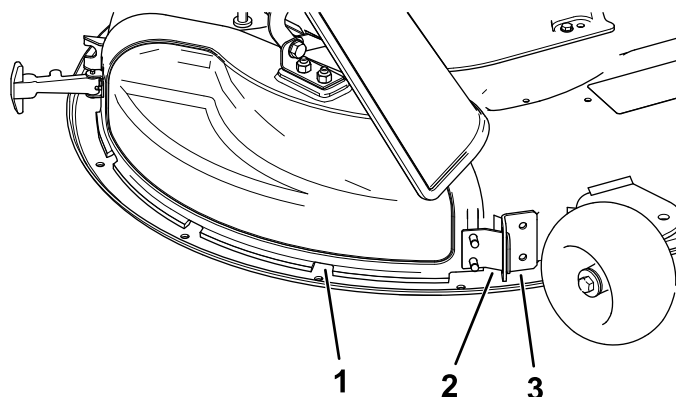

Рисунок 13
5. Отклоните металлический выступ на крышке выброса так, чтобы вывести его из паза в кронштейне, приваренном к деке газонокосилки (Рисунок 13).